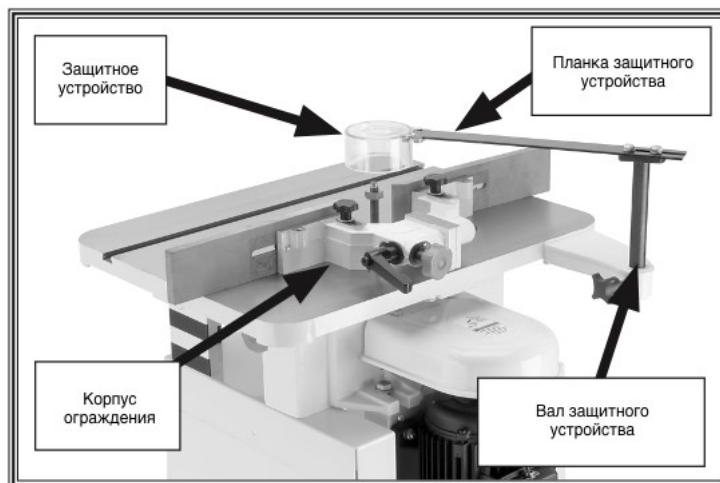

Рис. 7 Защитное устройство и ограждение
9. Подсоедините планку защитного устройства с помощью двух болтов М8 – 1.25 x 12 и плоских шайб 8 мм к валу защитного устройства. См. Рис. 7.
10. Подсоедините защитное устройство к планке защитного устройства с помощью двух винтов с крестообразным шлицем М4 – 0.7 x 12 и гайк М4 – 0.7. См. Рис. 7.
11. Разместите удлиняющий стержень и защитное устройство на корпусе ограждения и установите стопорную рукоятку. См. Рис. 7